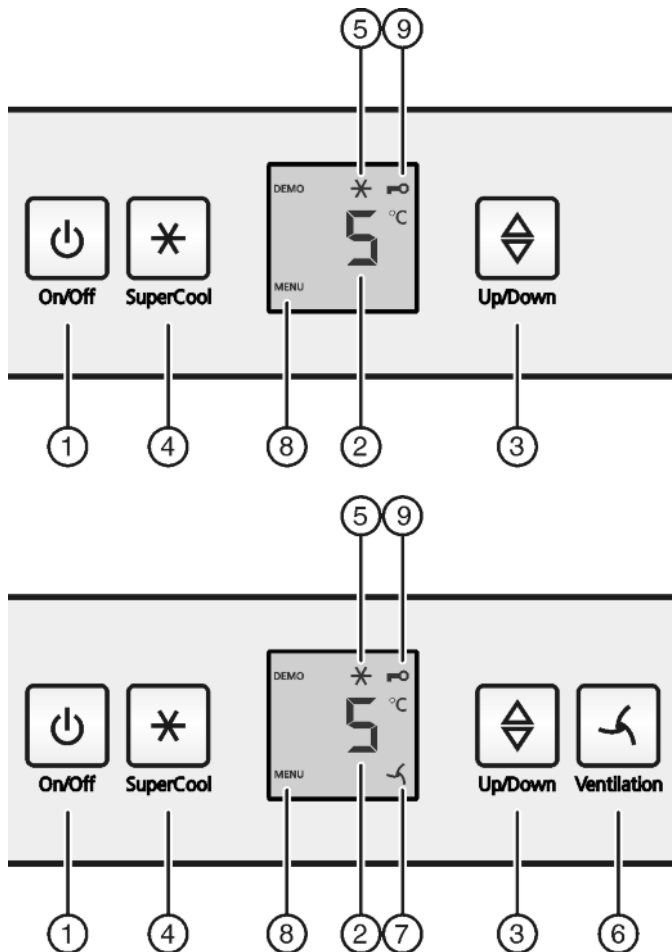

Fig. 2
- Aan/uit-toets Fig. 2 (1) indrukken.
- Toets SuperCool Fig. 2 (4) ca. 5 seconden indrukken.
- ▷ Op de display wordt het symbool Menu Fig. 2 (8) weergegeven.
- Met de toets SuperCool Fig. 2 (4) kort bevestigen.
- ▷ Het symbool Kinderbeveiliging Fig. 2 (9) op de display gaat branden.
- De toets On/Off Fig. 2 (1) kort indrukken.
- ▶ Temperatuurfunctie oproepen: Druk de insteltoets *Fig. 2 (3)* in.
- ▶ Temperatuur in 1 °C stappen wijzigen: Druk de insteltoets *Fig. 2 (3)* net zo vaak in, totdat de gewenste temperatuur op het temperatuurdisplay oplicht.
- ▶ Toets SuperCool *Fig. 2 (4)* kort indrukken.
- ▷ Het symbool SuperCool *Fig. 2 (5)* brandt op het display.
- ▷ Het symbool SuperCool *Fig. 2 (5)* in de display gaat uit.